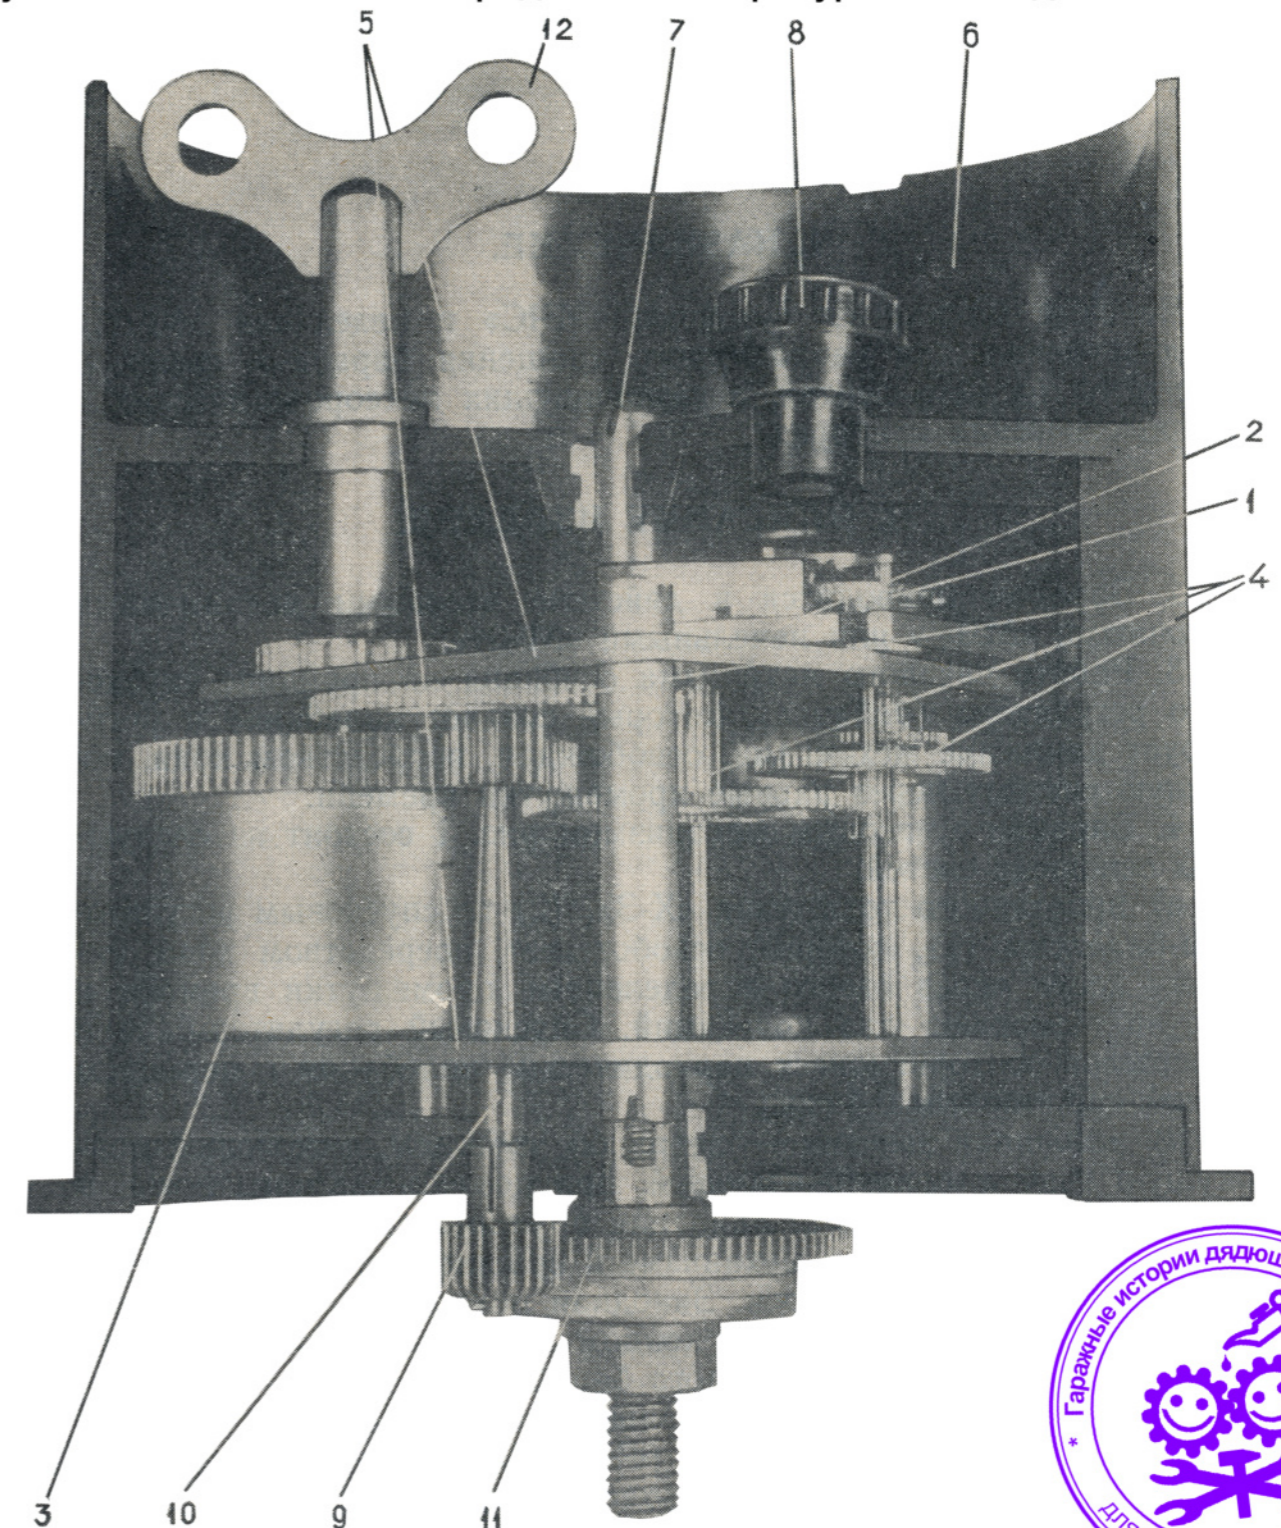

Рис. 1
4. Барабан с часовым механизмом рис. 1 состоит из следующих основных частей: